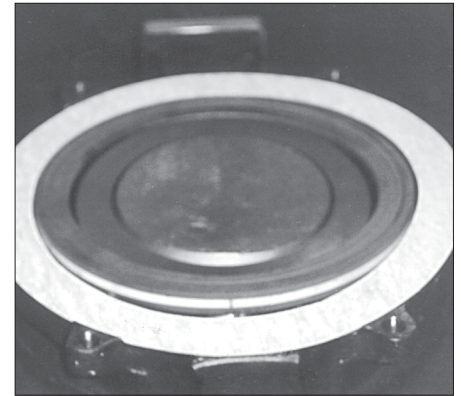

Abb. 7 – Korrekte Ausrichtung der Sitzhalterung-Dichtung
- Sicherstellen, dass die Klappenscheibe (2) bis zum Gehäuseanschlag (1) geschlossen ist.
- Sitzhalterung-Dichtung (22) auf die Dichtfläche im Gehäuse (1) legen. (siehe Abb. 7)
- Bei Gehäusen in Flanschaugenausführung darauf achten, dass die Bohrungen der Sitzhalterung-Dichtung (22) deckungsgleich mit den Bohrungen im Gehäuse sind (siehe Abb. 7).
- Den Sitzhalterung (23) auf die Sitzhalterung-Dichtung (22) setzen. Bei Armaturen in Flanschaugenausführung die Bohrungen im Sitzhalterung (23) mit den Bohrungen in der Dichtung (22) und im Armaturengehäuse (1) ausrichten.
- Bei Zwischenflansch-Armaturen die Halteplatten (33) und/oder Clips (35) anbringen.
- Die Schrauben (34) bei Zwischenflansch- und (24) bei Flanschaugen-Armaturen eindrehen und festziehen.